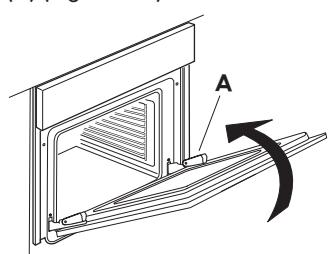

fig 2
3. Tanca la porta al màxim possible (A), aixeca-la (B) i gira-la (C) fins a alliberar-la (D) (Fig. 2, 3, 4).